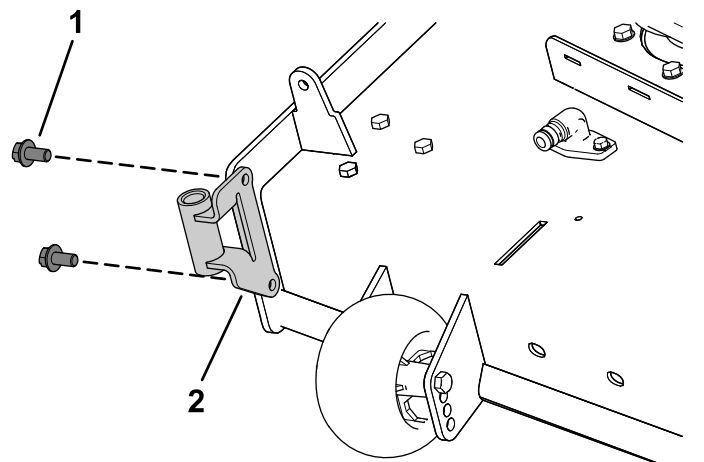

Figura 7
- Montate il supporto del soffiatore sul piatto di taglio utilizzando 2 vite esagonali a testa rondella ($\frac{3}{8}$ " x $\frac{3}{4}$ "), come illustrato nella Figura 7.